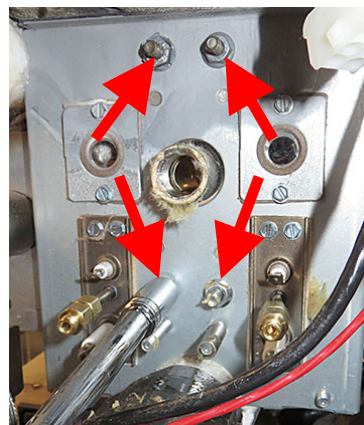

図 32
37. 内側の燃焼カバーパネルに取り付けられている4つの($\frac{7}{16}$ ")ナットを取り外します(図32を参照)。